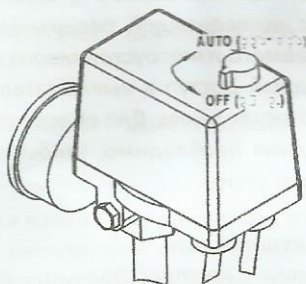

Рисунок 3
- 1 Проверьте, чтобы выключатель на прессостате находился в выключенном положении "OFF" (см. рисунок 3).
Для пуска компрессоров СБ4/С-50.LB30, СБ4/С-100.LB30, СБ4/С-100.LB30В после срабатывания защиты выполните следующие действия: после того, как двигатель остынет до допустимой температуры переключите выключатель на прессостате в положение "OFF" (см. рисунок 3), а затем включите компрессор переключив выключатель в положение "AUTO".